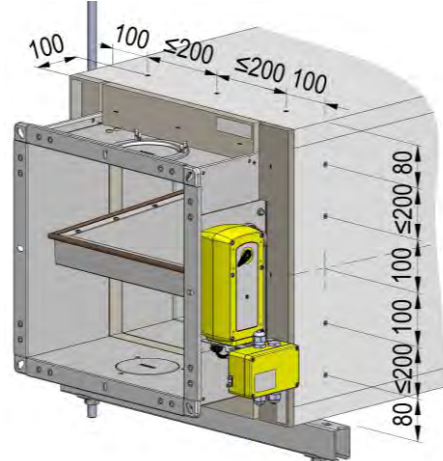

Abbildung 32: Montage PROMATECT®-Brandschutzbauplatten am Einbaurahmen ERA2
- Montage der feuerwiderstandsfähigen Bekleidung (Pos. 41) aus PROMATECT®-Brandschutzbauplatten, d= 35 mm, inklusive Abhängung. Promat®-Handbuch, Konstruktion 478, in der aktuellen Fassung ist zu berücksichtigen. Die PROMATECT®-Brandschutzbauplatten werden im Bereich des Einbaurahmens ERA2 mit diesem umlaufend verschraubt, siehe nachfolgend Abbildung 32. Die Abhängung im Bereich der BKA-EN ist entsprechend Abbildung 29 (Detail G) zu positionieren.